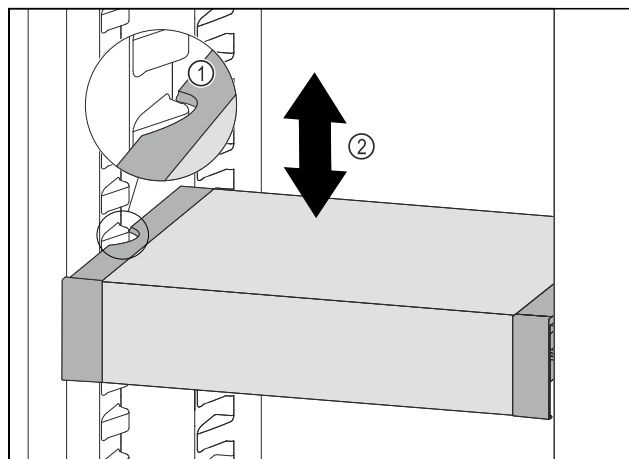

Fig. 125
- Tirer le VarioSafe vers l'avant jusqu'à ce que les encoches latérales du VarioSafe soient à la hauteur de la nervure du bac dans la partie réfrigérateur. Fig. 125 (1)
- Déplacer le VarioSafe vers le haut ou vers le bas dans la partie réfrigérateur jusqu'à ce que la hauteur souhaitée soit atteinte. Fig. 125 (2)